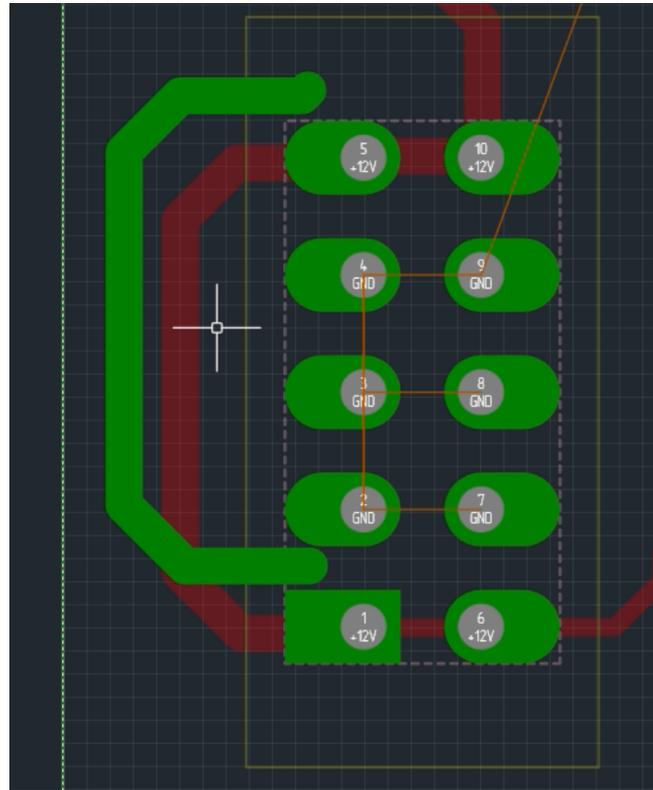

Рис. 417 Размещение скопированного трека
4. Разместите скопированный трек, см. Рис. 417.